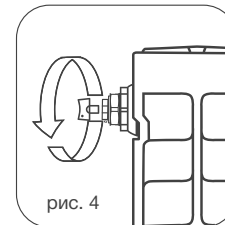

рис. 4
8.4. Для удаления воздуха из радиатора в верхний коллектор обязательна установка крана Маевского* или автоматического воздухоотводчика. Для удаления воздуха через кран Маевского необходимо периодически (несколько раз в год) вручную стравливать его с помощью специального ключа* (рис. 4)